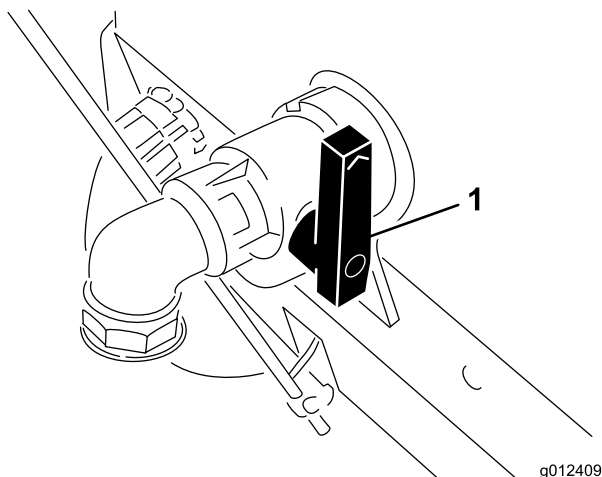

Figura 21
3. Asegúrese de que la palanca de control de la pintura está en la posición deseada y que la válvula de vaciado del depósito (Figura 21) está cerrada.